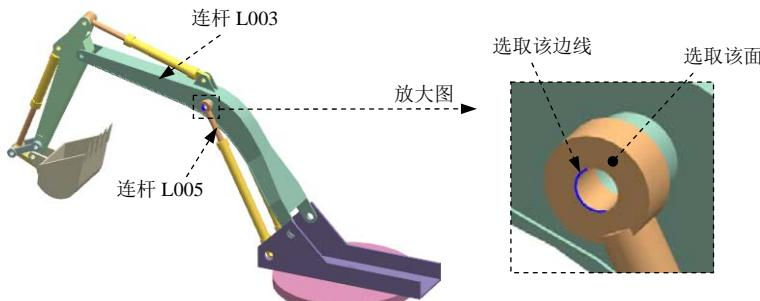

图 10.8.23 定义共线副（一）
(1) 定义运动副类型。在“运动副”对话框 **定义** 选项卡的 **类型** 下拉列表中选择 **共线** 选项。
(2) 选择连杆。选取图 10.8.23 所示的连杆 L003。
(3) 定义原点及矢量。在“运动副”对话框的 **指定原点** 下拉列表中选取“圆弧中心” 选项，在模型中选取图 10.8.23 所示的圆弧为定位原点参照；选取图 10.8.23 所示的面作为矢量参考面。
(4) 添加啮合连杆。在“运动副”对话框的基本区域中选中  **啮合连杆** 复选框，单击 **选择连杆 (0)**，选取图 10.8.23 所示的连杆 L005。
(5) 定义啮合连杆原点及矢量。在“运动副”对话框基本区域的 **指定原点** 下拉列表中选取“圆弧中心” 选项，在模型中选取图 10.8.23 所示的圆弧为定位原点参照；选取图 10.8.23 所示的面作为矢量参考面。
(6) 单击 **应用** 按钮，完成第七个运动副的添加。